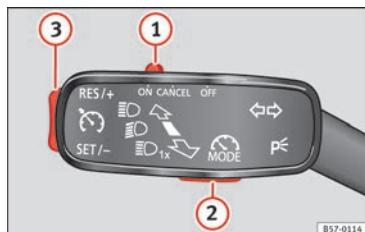
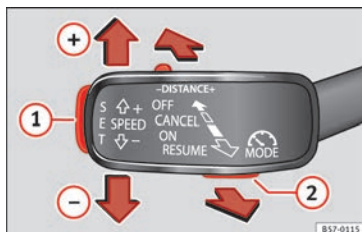

Fig. 173 À gauche de la colonne de direction : commande et touches servant à utiliser le limiteur de vitesse.
Fig. 174 À gauche de la colonne de direction : troisième levier pour utiliser le limiteur de vitesse.
| Fonction | Position du levier des clignotants » fig. 173 ou du troisième levier » fig. 174 | Effet |
Si vous souhaitez désactiver temporairement le limiteur de vitesse, pour doubler par exemple, réglez la commande » fig. 173 ① du levier des clignotants sur la position **CANCEL** ou réglez le troisième levier sur la position **CANCEL** ou appuyez sur la touche ② de l'un quelconque des leviers.